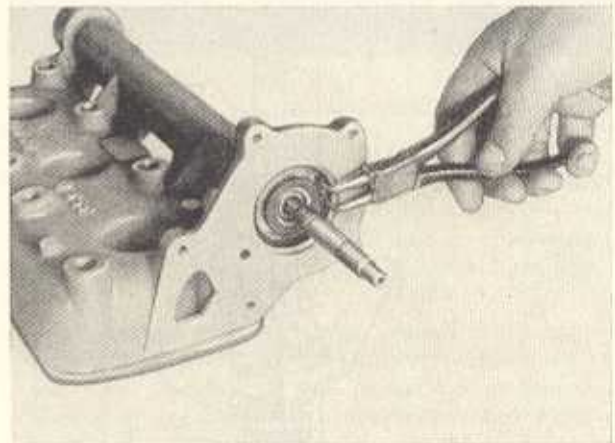

Bild M 38
6. Einlegen der Scheibe und der Federplatte auf der Lüfterseite. (Einbaulage beachten! Siehe Punkt 1.) Einsetzen des Sicherungsringes und der konischen Druckfeder, sowie der Buchse (innen). Einlegen der Membrane, des Druckringes und des Sicherungsringes (Bild M 38).